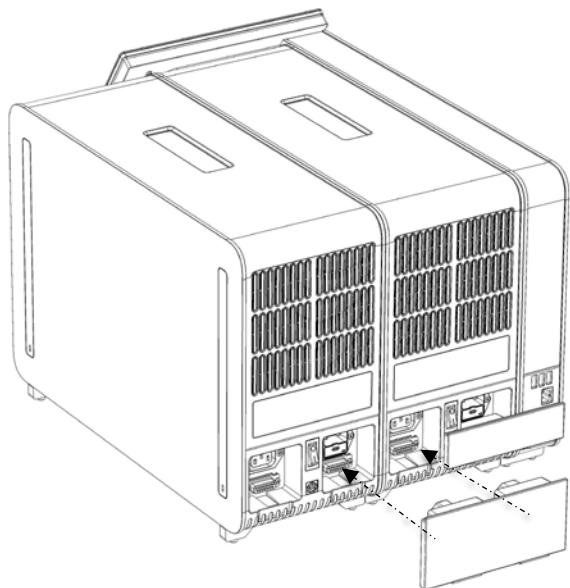

Figura 18. Conectarea punții modul analitic/analitic.
- Conectaţi puntea modul analitic/analitic din spatele QIAstat-Dx Analyzer 1.0 pentru interconectarea celor două module analitice (Figura 18).